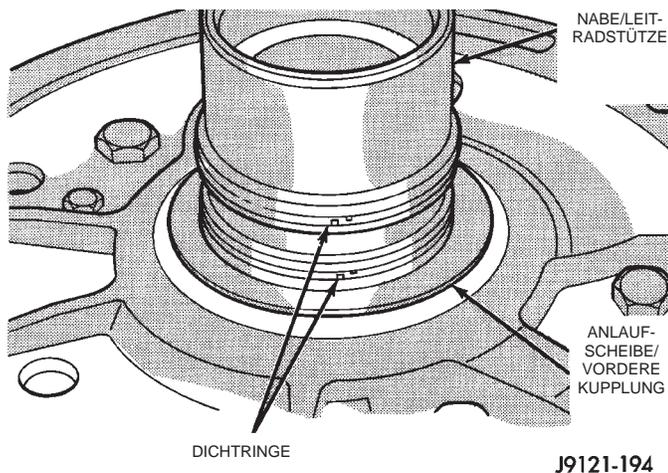

Abb. 106 Dichtringe/Leitradstütze
(36) Prüfen, ob Dichtringe auf Nabe/Leitradstütze richtig zusammengehakt sind (Abb. 106).